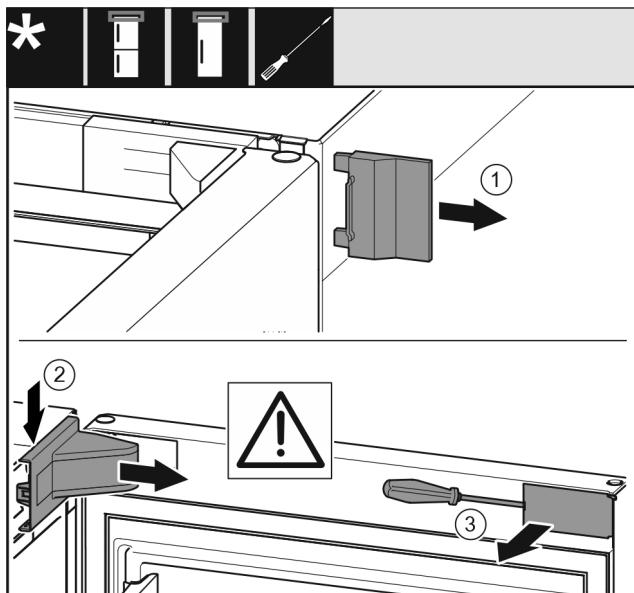

Fig. 8
- Αφαιρέστε το εξωτερικό κάλυμμα. Fig. 8 (1)
- Ξεκουμπώστε και λύστε το κάλυμμα του στηρίγματος. Αφαιρέστε το κάλυμμα του στηρίγματος. Fig. 8 (2)
- Ξεκουμπώστε το διακοσμητικό κάλυμμα με ίσιο κατσαβίδι και παραμερίστε το προς το πλάι. Fig. 8 (3)